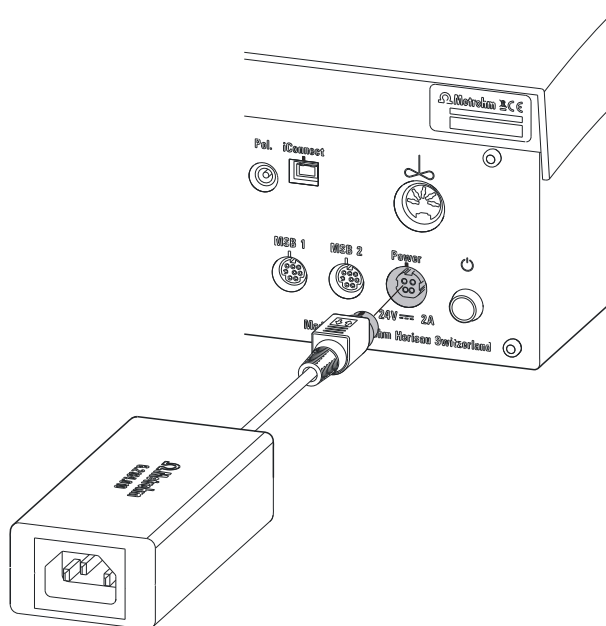

図3 電源装置の接続
- 1 外付け電源ユニットのプラグを Ti-Touch の電源ソケットに接続します (13 ページ、図3 を参照)。